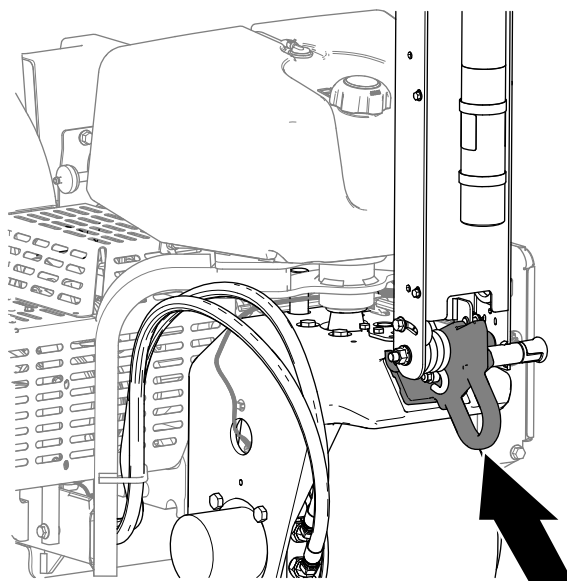

**Figura 117**
6. Se trainate la macchina, trainatela utilizzando il gancio anteriore (Figura 117).